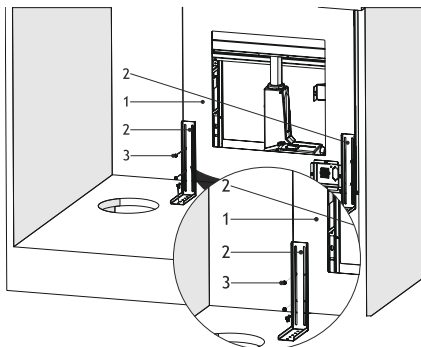

Fig. 15
5. ➔ ■ Montér nu emhætten vha. de 2 x lange monteringsbeslag fast ned i bundpladen. (Fig. 15)